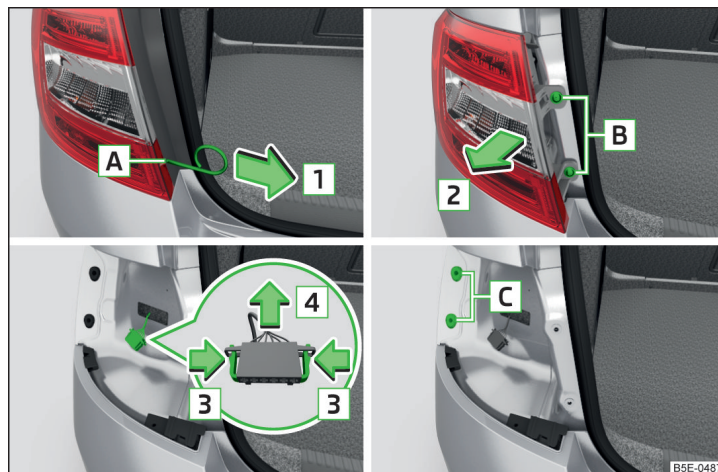
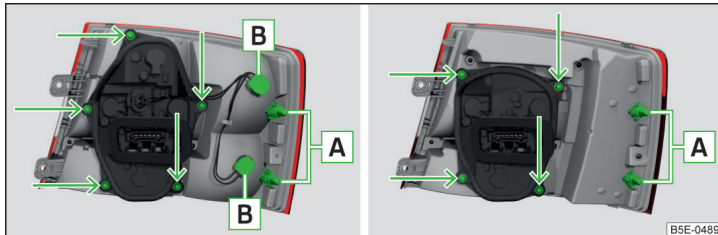

Abb. 241 Leuchte ausbauen / Stecker abziehen
Abb. 242 Äußerer Teil der Leuchte: Grundleuchte / Leuchte mit LED-Leuchtmitteln
- › In die Öffnung **A**1) » Abb. 241 den Bügel zum Abziehen der Radvollblenden einführen.
- › Die Leuchte mit den Zapfen **A** » Abb. 242 auf Seite 214 in die Aufnahmen **C** » Abb. 241 in der Karosserie einsetzen.
- › Die Fassung mit der Glühlampe **B** » Abb. 242 entgegen dem Uhrzeigersinn drehen und aus dem Leuchengehäuse herausnehmen.
- › Den Lampenhalter » Abb. 242 mit dem Schraubendreher aus dem Bordwerkzeug abschrauben und den Lampenhalter aus der Leuchte herausnehmen.